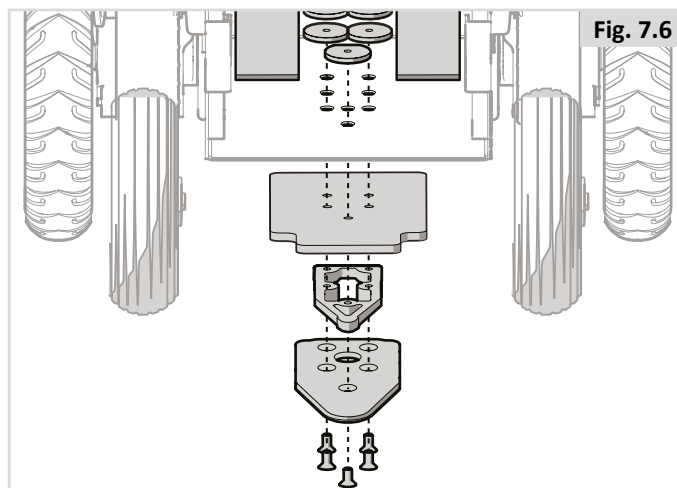

Fig. 7.6
1. Installera 8 mm distansbricka på låsplattan (Fig. 7.6).